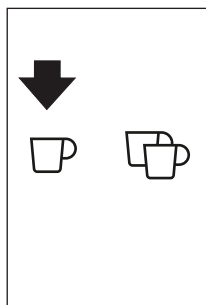

Fig. 19
- ▶ Puteți face câte o singură cafea pe rând apăsând pe tasta ☐ (B10) (Fig. 19).